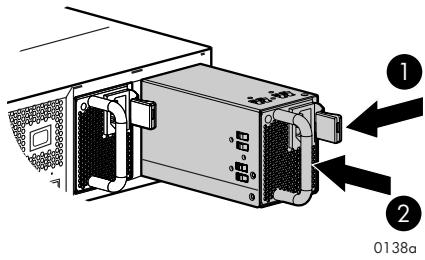

Figure 4 Einsetzen eines Netzteils
2. Drücken Sie die Verriegelung nach innen (1, Figure 4), und schieben Sie das Netzteil dann in das Gehäuse, bis es richtig eingesetzt ist (2).